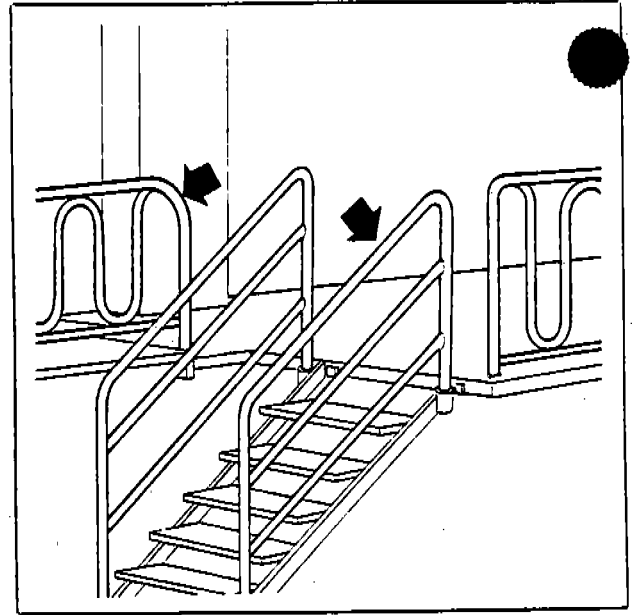

Fig. 31
- e) Position all fences on stairs and platform, matching the marks and secure them with pins and safety clips (Fig. 31).
- e) Montare i cancelli di sicurezza sulla pedana e scale, rispettando le sigle riportate sulla pedana (Fig. 31). Fissare con relative spine e copiglie.